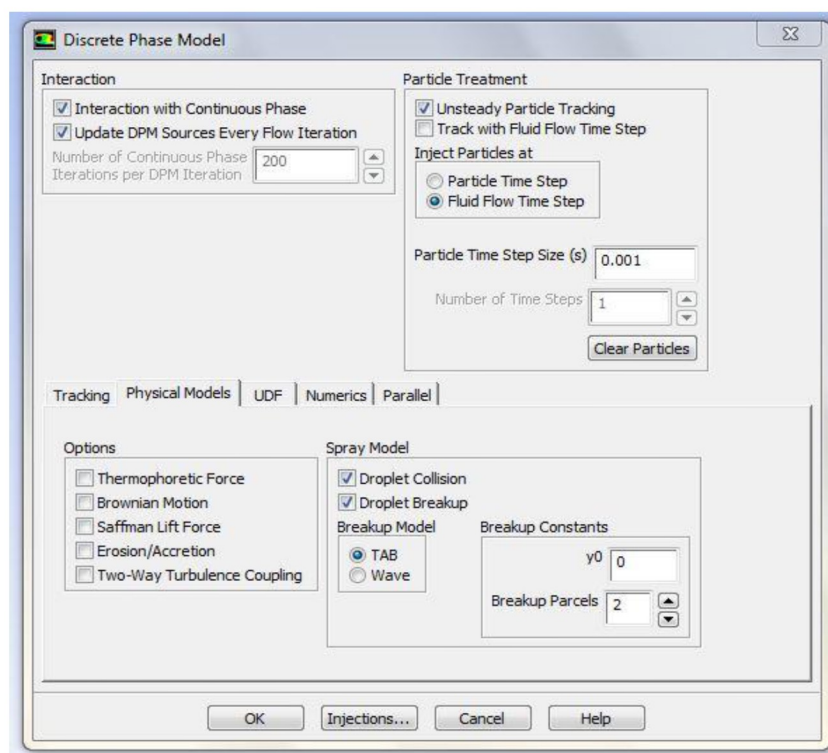

Рисунок 2.9 – Меню настройки параметров испарения (*Discrete Phase Model*)
2. Так как топливо, используемое в двигателе, является жидким то необходимо настроить параметры процесса испарения топлива(рисунок 2.9).